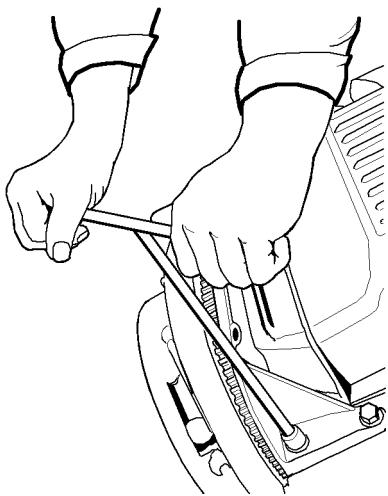

Рис. 4.27. Снятие усилителя картера сцепления
- снимите усилитель картера сцепления (рис. 4.27);